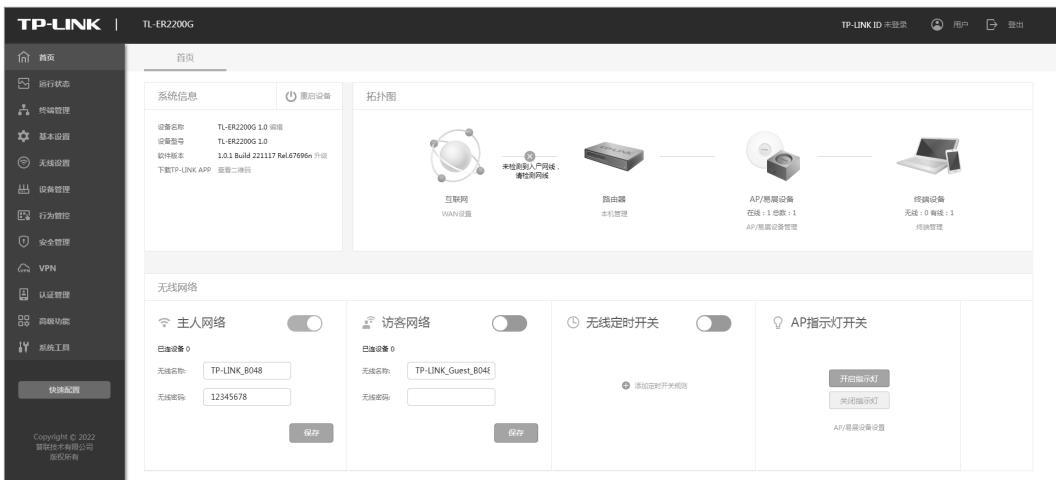

图4-8 路由器管理界面首页
8. 经过上述步骤即可成功登录路由器管理界面首页，如图4-8所示。点击左上角的本公司商标，您就可以很方便地访问本公司主页 (<http://www.tp-link.com.cn>)。点击页面左侧的主菜单栏即可进行相应功能的配置。